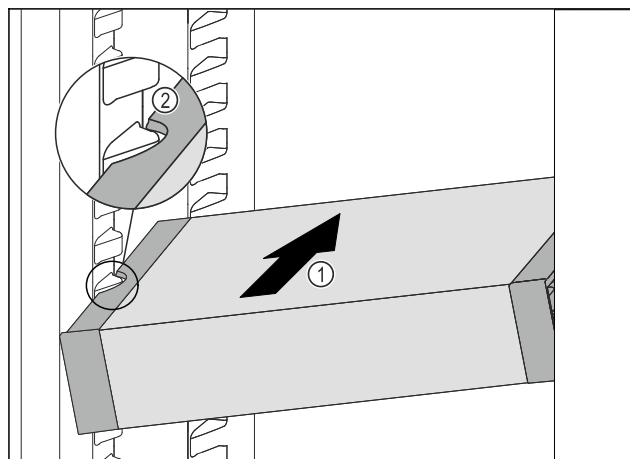

Fig. 176
- Futni pjerrtas VarioSafe në pjesën e ftohjes Fig. 176 (1), derisa foletë anësore Fig. 176 (2) të VarioSafe të jenë në lartësinë e brinjëve të kutisë në pjesën e ftohjes.